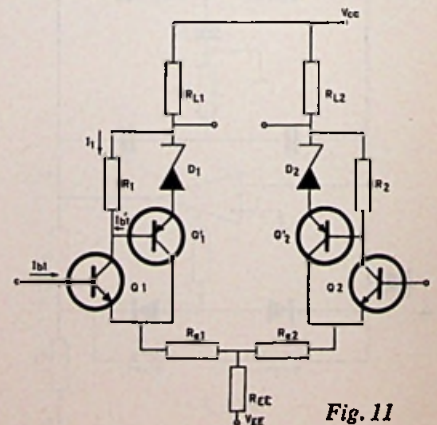

Fig. 11
1. NPN-PNP-combinatie (fig. 11)